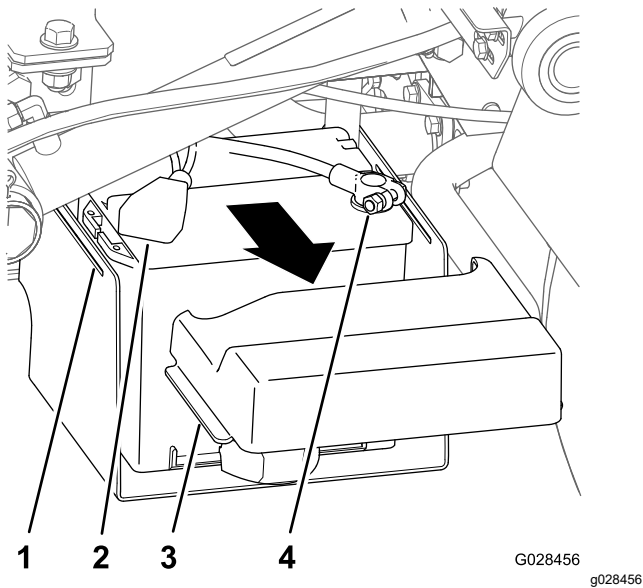

Figura 15
1. Presione los laterales de la cubierta de la batería para soltar las pestañas de las ranuras de la base de la batería, y retire la cubierta de la batería de la base de la batería (Figura 15).
- Quite la cubierta y retire el terminal negativo de la batería (Figura 15).
- Retire el terminal positivo de la batería (Figura 15).